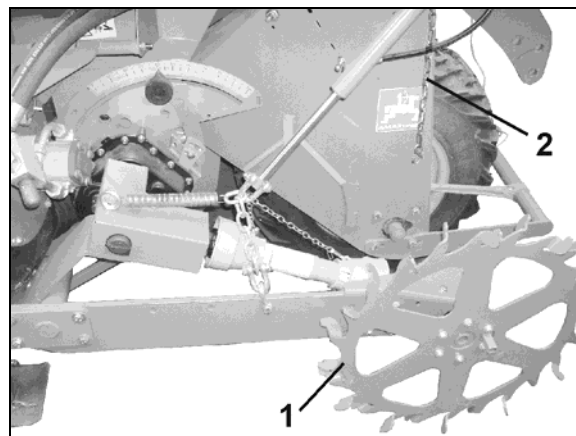

Fig. 68
1. Juste avant le travail, débloquent la roue d'entraînement (Fig. 68/1) (Fig. 68/2) et la descendre (distributeur *nature*) et amener le distributeur en position intermédiaire.